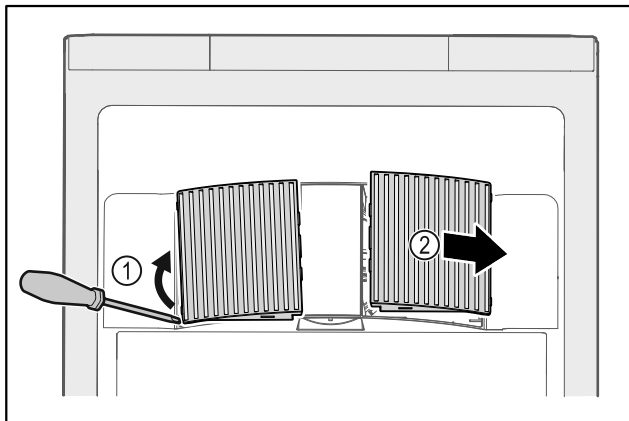

Fig. 234
- Αναμοχλεύστε προσεκτικά από το πλάι τα καλύμματα του ανεμιστήρα Fig. 234 (1) και αφαιρέστε τα προς τα εμπρός Fig. 234 (2).